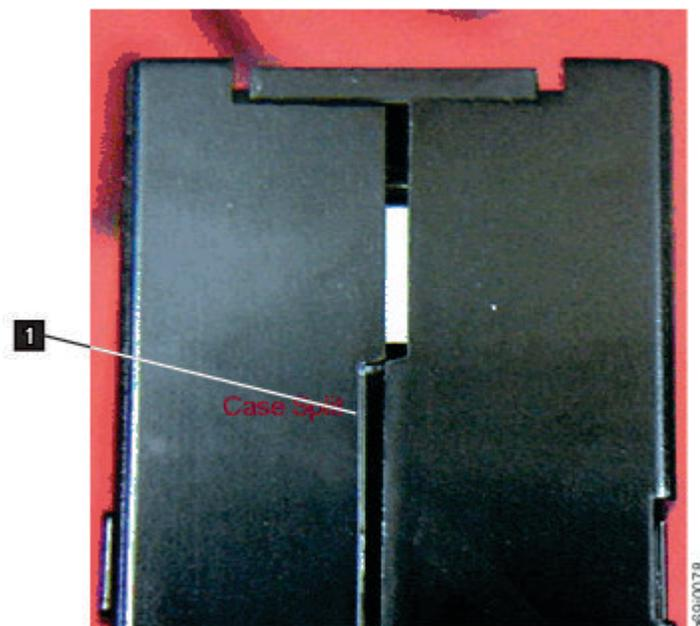

Figure 90. Recherche de jours dans les jointures d'une cartouche
- Examinez l'arrière de la cartouche (la partie qui est chargée en premier dans le compartiment de chargement de la bande) et vérifiez qu'il n'existe pas d'espace sur le bord du boîtier de la cartouche. . Si des espaces apparaissent dans la jointure (voir Figure 90, à la page 194), il se peut que l'amorce soit délogée.